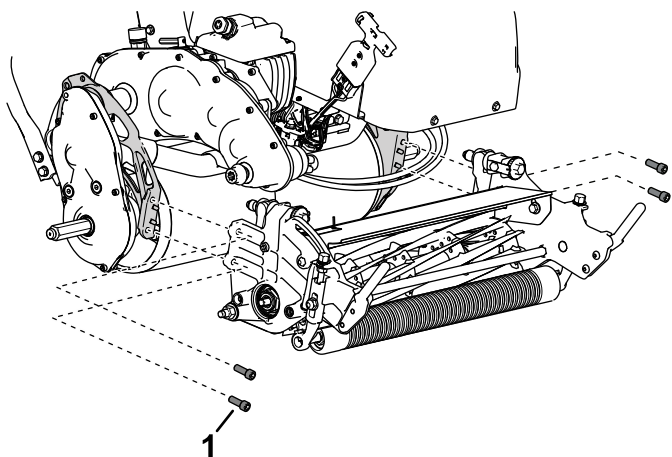

Figura 37
4. Retire los tornillos allen que fijan la unidad de corte al bastidor (Figura 37).